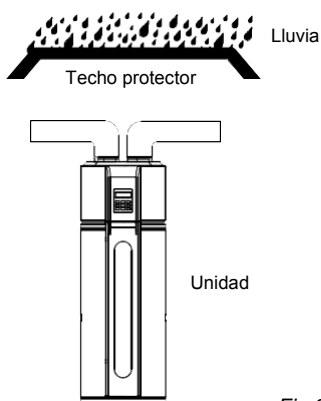

Fig.3-7
- En caso de que la unidad principal vaya conectada con tubería hasta el exterior, deben establecerse medidas y realizarse pruebas de resistencia al agua en el conducto que impidan la filtración del agua en la parte interna del conducto principal. (Fig.3-7)